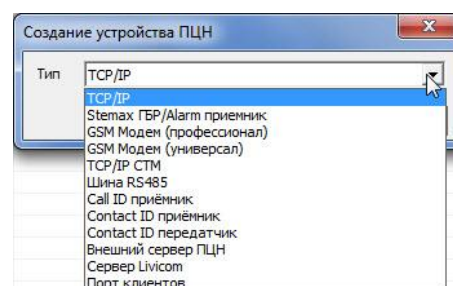

Рисунок 13.3 — Создание карточки устройства
3. В открывшемся окне *Создание устройства ПЦН* выберите тип создаваемого устройства и нажмите кнопку *OK* (см. рисунок 13.3). В результате будет создана карточка устройства.